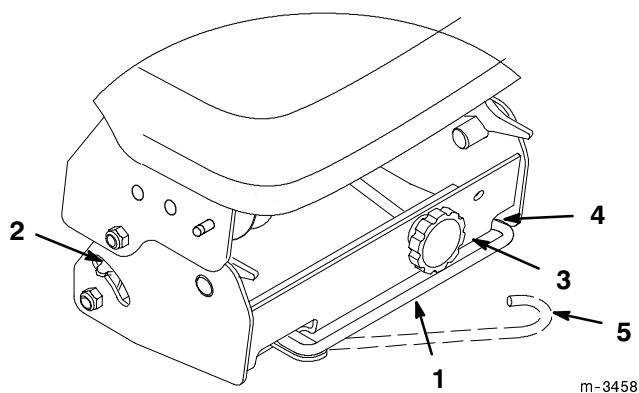

Figure 36
1. Contrôler les indicateurs de tension des deux côtés de la boîte à poulies. Si les indicateurs de tension ne sont pas dans la même position à droite et à gauche, relâcher la tension, et tourner le bouton de réglage. Repousser ensuite le bras de détente vers la boîte à poulies pour tendre la courroie (Fig. 36).